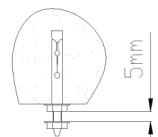

图2
4. 如图2，根据记好的孔位，用冲击钻打出4个φ10×60mm的孔，将膨胀螺丝打入天花板，并用扳手拧紧螺丝。然后将下端的螺母松出使垫片与螺母的距离为5mm左右，并将另一侧2个膨胀螺丝螺母及垫片都取下。